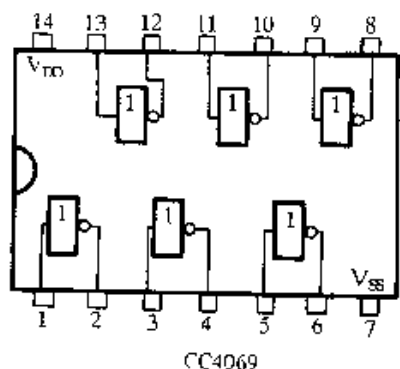

图 2-377
⑤ 图 2-377 所示为六反相器电路 CC4069 引脚功能图。CC4069 内含六个独立的反相器(非门)。